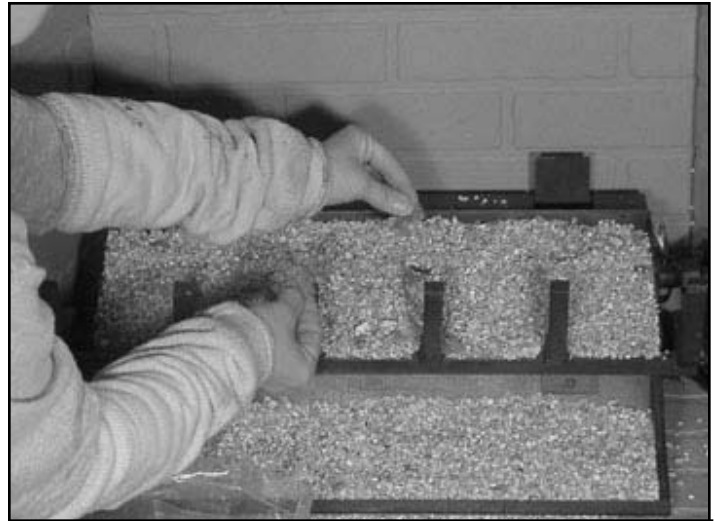

Figura 5 Colocación de la lana de roca
- Coloque ligera y uniformemente, pedacitos de lana de roca del tamaño de una moneda de diez centavos sobre la arena y la vermiculita para lograr un efecto que asimile brasas ardientes. Vea la figura 5.